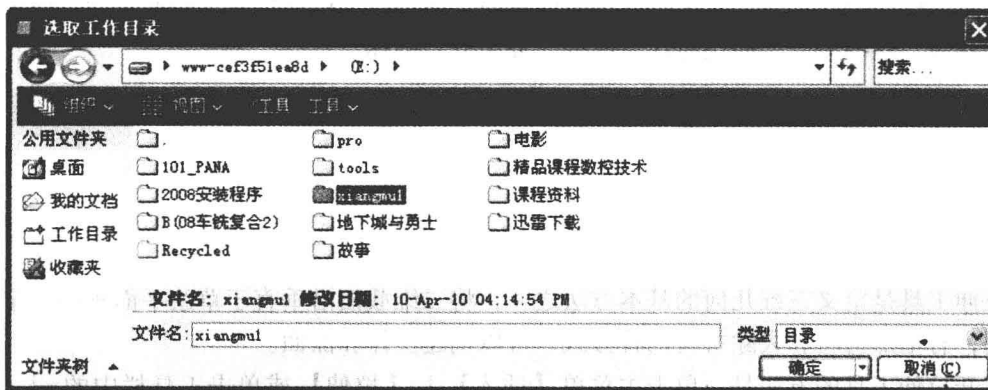

图 1.1-4 【选取工作目录】对话框
(1) 设置工作目录：应用 Pro/ENGINEER 软件进行文件操作时，建议首先设置工作目录，有利于文件操作路径的一致性。单击主菜单【文件】|【设置工作目录】，系统弹出如图 1.1-4 所示的【选取工作目录】对话框，选择盘符和文件夹（如：E:\xiangmul）后，单击【确定】按钮设置完成。在后续进行文件操作时，系统会自动采用设置的路径，如保存文件时，选择的路径就会默认为此文件夹。